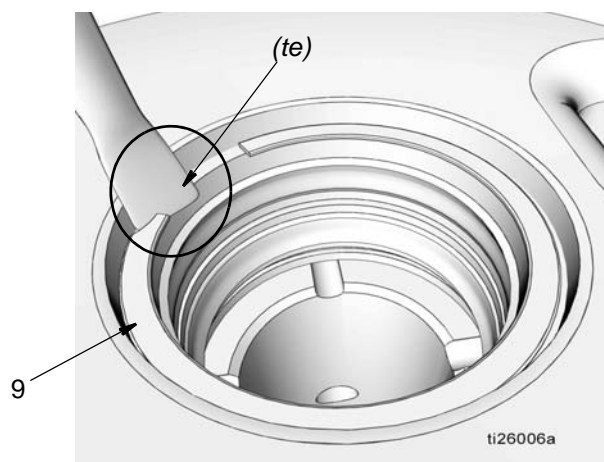

Рис. 26
- a. Вставьте плоское лезвие маленькой отвертки под скошенную кромку (*te*) стопорного кольца (9) для снятия кольца, как показано на Рис. 26.
- b. Извлеките распорную деталь конического сечения (10), уплотнение (11) и распорную деталь (12).
- c. Используйте плоское лезвие маленькой отвертки под скошенной кромкой (*te*) стопорного кольца (51) для снятия кольца, как показано на Рис. 26, и снимите стопорное кольцо.
- d. Извлеките распорную деталь (12), уплотнение (11) и распорную деталь (12).